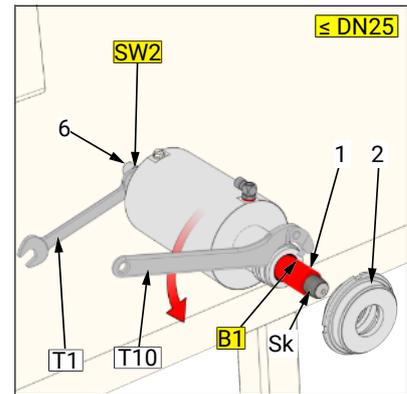

Abbildung 3
- Abb. 3: Ausbau über Bohrung (B1) (\leq DN25) Damit die Bohrung (B1) sichtbar wird, muss zuerst der Einsatz (2), wie in Abb. 3 dargestellt, abgeschraubt werden.